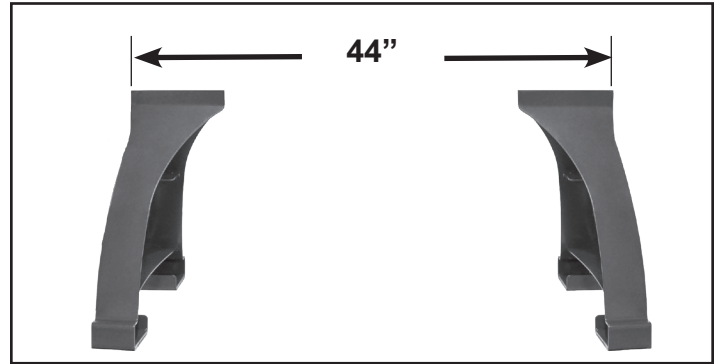

FIG. 4
1. Placez les deux pattes (O) environ à 44" (1118mm) une de l'autre en mesurant depuis les bords extérieurs. Assurez-vous que les supports de tablette font face vers l'intérieur, un vers l'autre. Figure 4.
2. Fixez la poupée mobile (E), et la base du porte-outil (D) sur le bâti du tour (F) en serrant leur poignées de blocage. Voir page 20 de ce manuel sur la façon de faire des ajustements si requis.